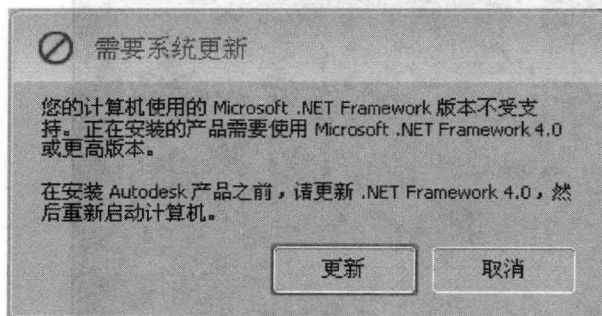

图 1-1-4 系统更新界面
④ 系统提示需要更新至 Microsoft .NET Framework4.0 版本 (已更新 Microsoft .NET Framework4.0 的系统不会有此提示), 如图 1-1-4 所示。